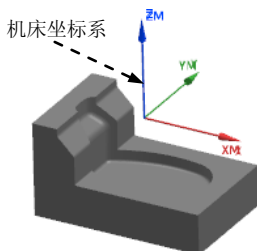

图 2.3 创建机床坐标系
Step2. 单击“CSYS”对话框  区域中的“操控器”按钮 ，系统弹出“点”对话框；在“点”对话框的 Z 文本框中输入值 65.0，单击  确定 按钮，此时系统返回至“CSYS”对话框；在该对话框中单击  确定 按钮，完成图 2.3 所示的机床坐标系的创建。